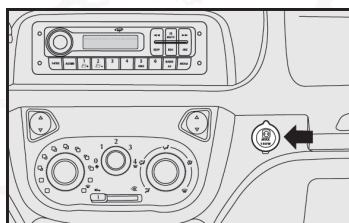

fig. 51
**TOMA DE CORRIENTE - fig. 51**